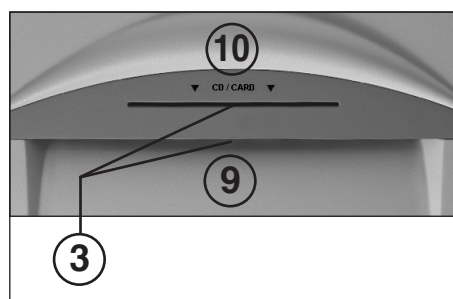

Abb. 2
- 3 = Lichtschanke (Vorwärtslauf) (Abb. 2)**
- Papier durch den Papierzuführschacht (9) (Abb. 2) dem Schneidwerk zuführen.
- Datenträger (CD, DVD oder Kreditkarte) einzeln durch den separat angeordneten CD/DVD-Zuführschacht (10) (Abb. 2) dem Schneidwerk zuführen.